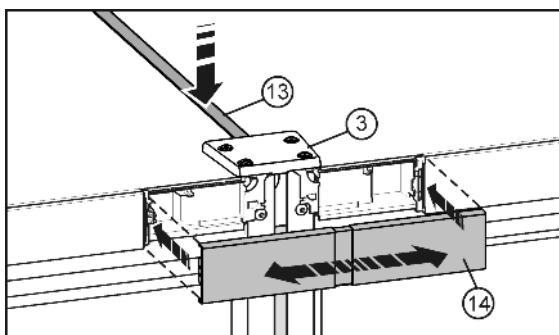

Fig. 10
- ▶ Wcisnąć krótką listwę Fig. 10 (13) na powierzchni górnej do szczeliny. Przy przedniej krawędzi listwa oraz płyta łącząca Fig. 10 (3) muszą do siebie przylegać.
- ▶ Zaczepić pokrywę Fig. 10 (14) na jeszcze otwartej wnęce między obiema blendami paneli obsługi. Zwrócić uwagę na to, aby ścianki zewnętrzne pokrywy przylegały na jednym poziomie do blend paneli obsługi. W tym celu można zdjąć pokrywę.